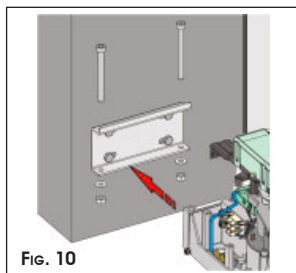

Fig. 10
④ Positionner l'opérateur sur la patte qu'on vient de fixer avec les deux vis M8x100 et les écrous correspondants fournis (Fig.10).
⑤ Disposer l'opérateur pour le fonctionnement manuel, voir paragraphe 7.